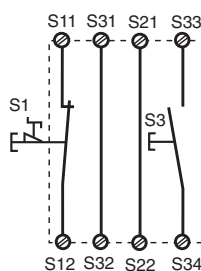

Fig. 3: Eingangskreis einkanlig, überwachter Start/Single-channel input circuit, monitored reset/Commande par 1 canal, surveillance du poussoir de validation
- Fig. 3, 4 und 5, 6: **keine** Verbindung S13-S14
- Fig. 3, 4 and 5, 6: S13-S14 **not** connected
- Fig. 3, 4 et 5, 6: **pas** de câblage sur S13-S14